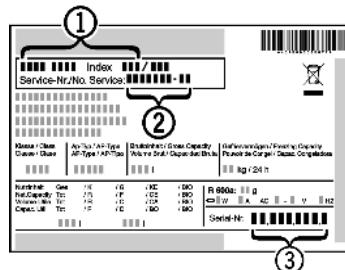

Fig. 14
- ▶ Прочетете от идентификационната табелка описание на уреда Fig. 14 (1), сервизния № Fig. 14 (2) и серийния № Fig. 14 (3). Идентификационната табелка се намира на лявата вътрешна стена на уреда.
- ▶ Обадете се на сервизната служба и посочете неизправността, описание на уреда Fig. 14 (1), сервизния № Fig. 14 (2) и серийния № Fig. 14 (3).